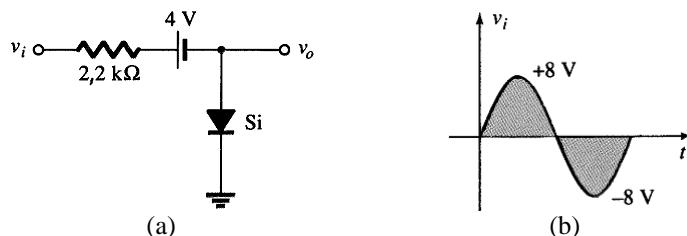

Figura 3 – (a) Circuito ceifador série e (b) forma de onda de  $v_i(t)$ .
**Questão 3** – Seja o circuito da Figura 3.